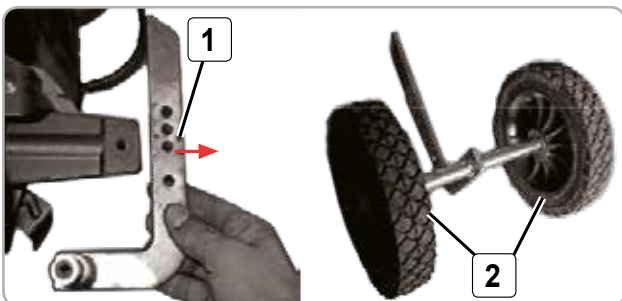

Fig.5
- Scoateți axul Fig 5 (1) și așezați roțile Fig 5 (2) în direcția potrivită